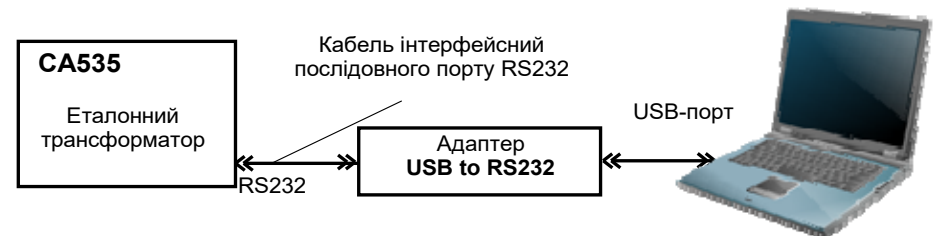

Рисунок 7.11
- 1) Підключити Трансформатор CA535 до ПК, використовуючи кабель інтерфейсний послідовного порту RS232 (рисунок 7.11) при роботі через USB-порт комп'ютера або напряму при роботі через COM-порт.